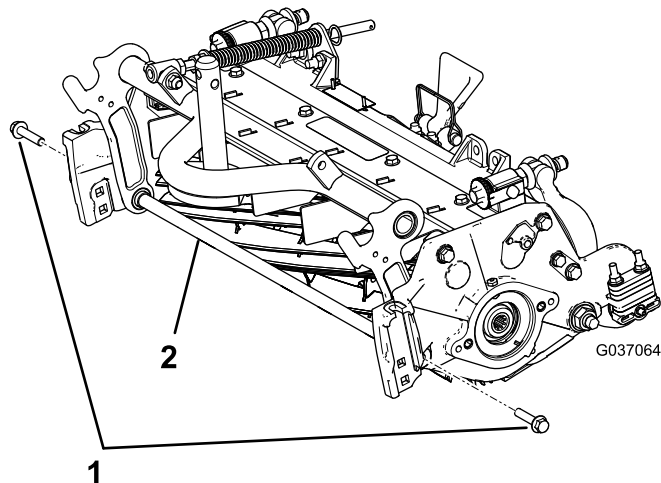

图4
- A. 拆下固定支撑杆的 2 个凸缘头螺栓，并取下支撑杆（图4）。